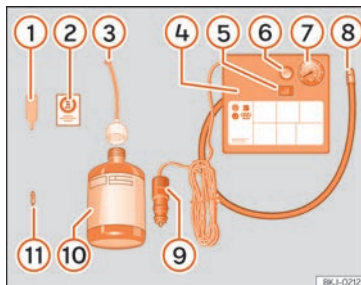

Fig. 32 Representação padrão: conteúdo do kit antifuros.
O kit antifuros está localizado na bagageira, por baixo do revestimento do piso. Inclui os seguintes componentes »» **Fig. 32:**
- Desenrosque a proteção e o obus da válvula do pneu. Utilize o aparelho »» **Fig. 32** ① para retirar a carga. Coloque-o numa superfície limpa.
- Agite com força a garrafa de vedante de pneus »» **Fig. 32** ⑩.
- Enrosque o tubo de enchimento »» **Fig. 32** ③ na garrafa de vedante. O selo da garrafa partir-se-á automaticamente.
• Remova o tampão do tubo de enchimento »» Fig. 32 ③ e enrosque a extremidade aberta do tubo na válvula do pneu.
»» Fig. 32 ① na válvula do pneu.
• Enrosque o tubo de enchimento do pneu do compressor »» Fig. 32 ⑧ na válvula do pneu.
• Verifique se o parafuso de evacuação de ar está fechado »» Fig. 32 ⑥.
• Ligue o conector »» Fig. 32 ⑨ à tomada de corrente de 12 volts do veículo »» Página 166.
• Ligue o compressor de ar com o interruptor ON/OFF »» Fig. 32 ⑤.
• Cole o autocolante »» Fig. 32 ② no painel de instrumentos, dentro do campo visual do condutor.
Volte a enrosçar o tubo de enchimento »» Fig. 32 ⑤ e verifique a pressão no manómetro ⑥.